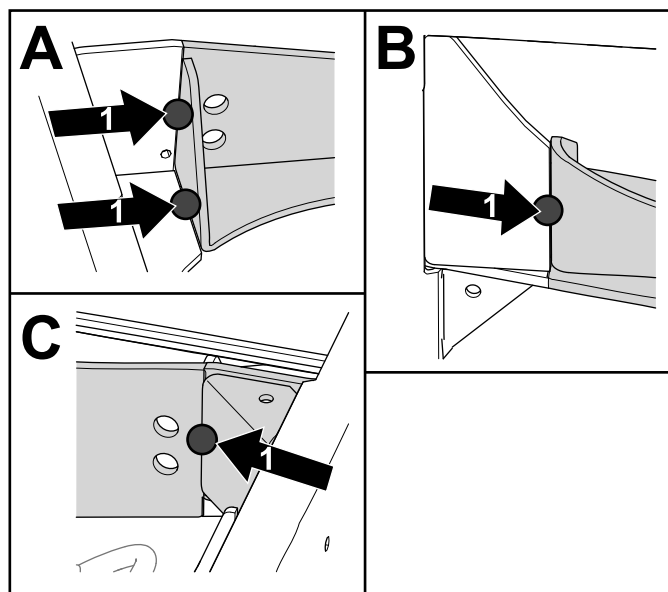

Рисунок 14
5. Приварите прихваточным швом наружную, нижнюю части и место, где угловая опора касается опоры моста, чтобы удерживать ее на месте (Рисунок 14). Повторите эти действия на другой стороне.